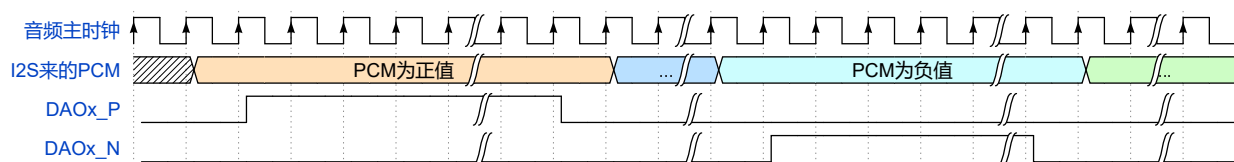

图 61: DAO 输出波形, 当 CTRL[REMAP]=1 时
- 在 CTRL[REMAP] 为 1 时，同样输入下，P 管脚和 N 管脚上输出的波形如图 61。